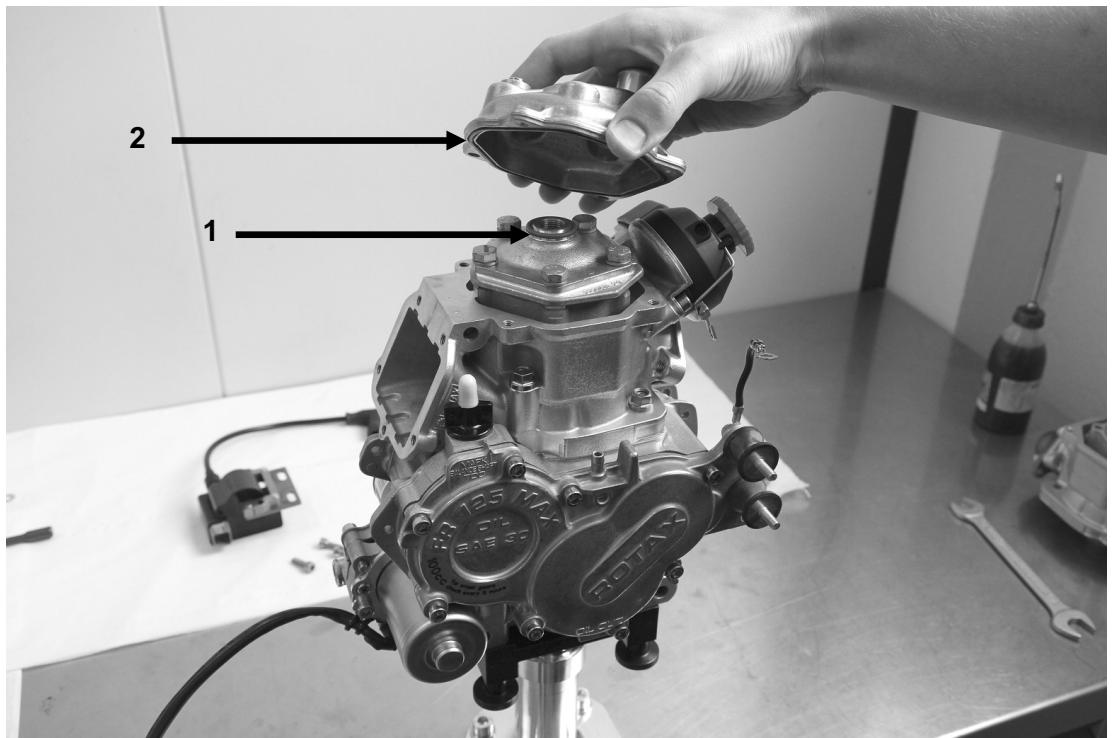

Bild 37 (K00344)
- O-Ring (Pos. 1 in Bild 37) auf den Brennraumeinsatz auflegen.
- Den O-Ring (Pos. 2 in Bild 37) leicht einfetten, damit er besser in der Nut des Zylinderkopfdeckels haftet, ansonsten mit Dichtmittel (Silastic) fixieren.
- O-Ring (Pos. 2 in Bild 37) in die Nut des Zylinderkopfdeckels einlegen.